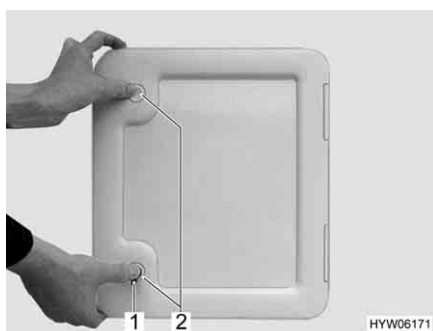

Fig. 17 Sportello per la cassetta della toilette
- Inserire la chiave nel cilindro della serratura a pressione (Fig. 17,1) e ruotare di un quarto di giro.
- Premere contemporaneamente con i pollici entrambe le serrature a pressione (Fig. 17,2) e aprire lo sportello della cassetta della toilette.
- Inserire la chiave nel cilindro della serratura (Fig. 17,1) e ruotare di un quarto di giro.